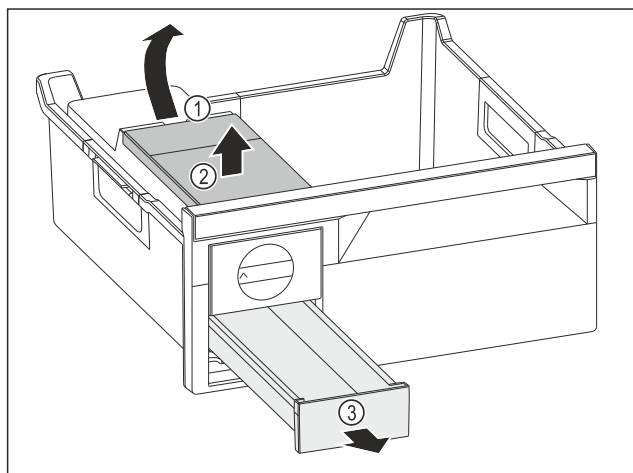

Fig. 130
- ▶ Odobratie nádržky na vodu: Nádržku na vodu nadvihnite za vybranie Fig. 130 (1).
- ▶ Nádržku na vodu Fig. 130 (2) odoberte smerom nahor.
- ▶ Zásuvku na kocky ľadu Fig. 130 (3) odoberte smerom nahor.